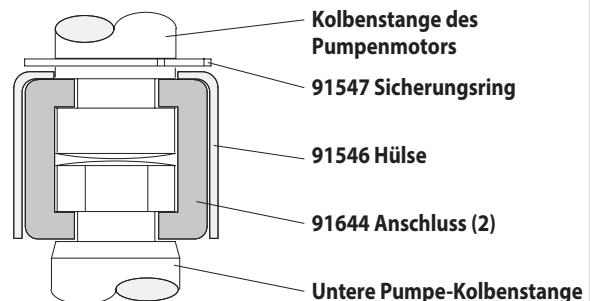

Abbildung 2
- Mit e-Ring Zangen, schieben Sie den Sicherungsring nach oben weit genug um die Hülse zu bewegen nach oben und lassen Sie die zwei Anschlüsse (siehe Abbildung 2) zu ermöglichen.